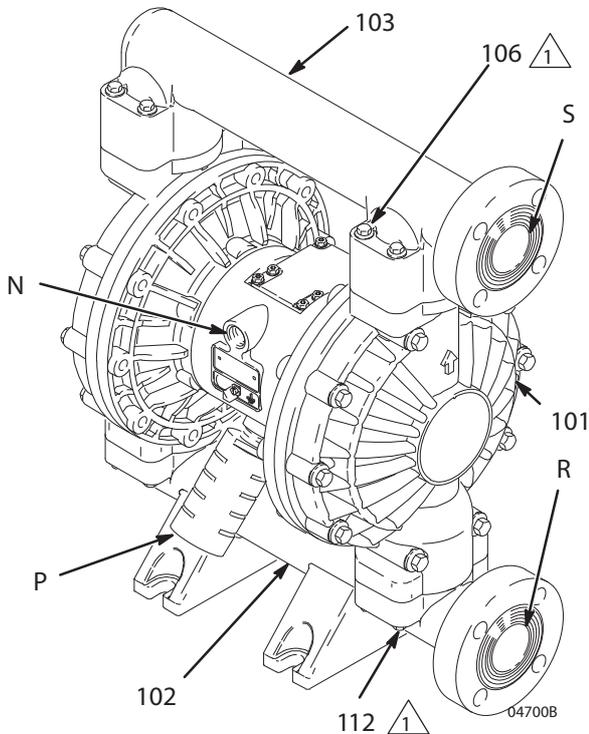

Fig. 4
La pompe est expédiée avec les orifices d'entrée (R) et de sortie (S) du produit orientés dans le même sens. Voir FIG. 4. Pour changer le sens de l'orifice d'entrée et/ou de l'orifice de sortie :
1. Retirer les vis (106 et 112) maintenant le collecteur d'entrée (102) et/ou de sortie (103) sur les carters (101).